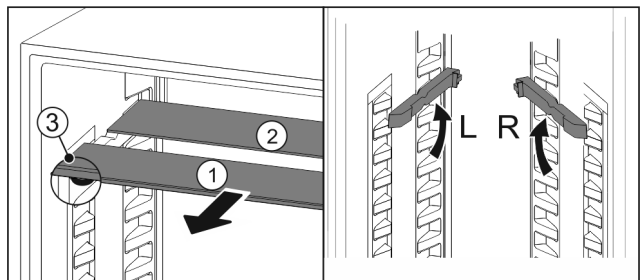

Fig. 174
- ▶ По одной извлеките Fig. 174 (1) стеклянные панели движением вперед.
- ▷ Стеклянная панель Fig. 174 (1) с декоративной планкой лежит спереди.
- ▷ Стопоры Fig. 174 (3) показывают вниз.